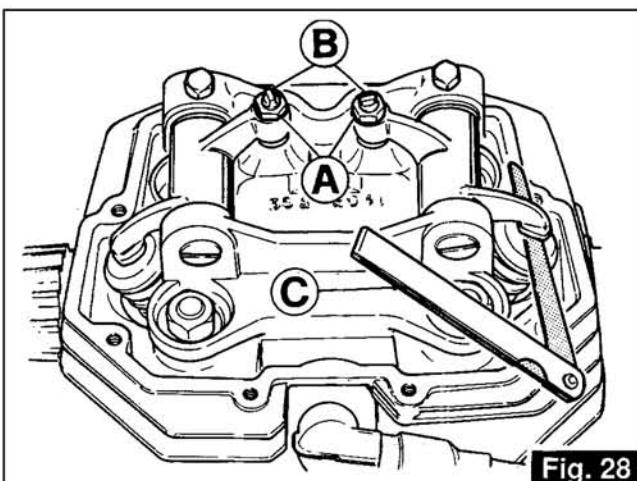

Fig. 28
5.7 CONTRÔLE DU JEU SOUPAPES/CULBUTEURS (fig. 28)
5.7 VENTILSPIELKONTROLLE (Abb. 28)